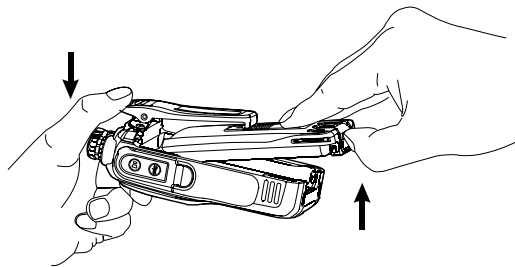

图4
② 当电池底部向上翘起时，松开推钮即可从后部拿出电池。如图4所示。